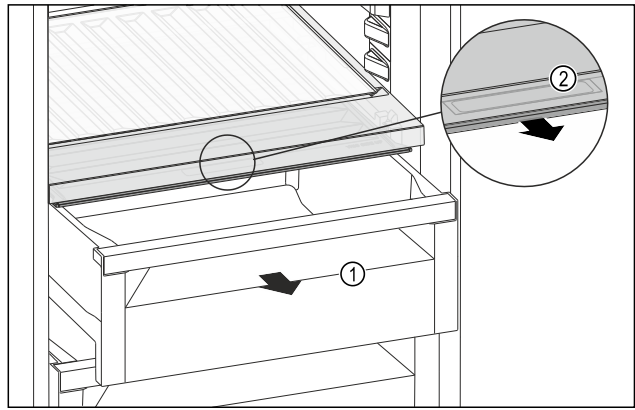

Fig. 122
- ▶ Schubfach Fig. 122 (1) herausziehen.
- ▶ Griffmulde Fig. 122 (2) am Fachdeckel anheben und Fachdeckel gleichzeitig nach vorne ziehen.